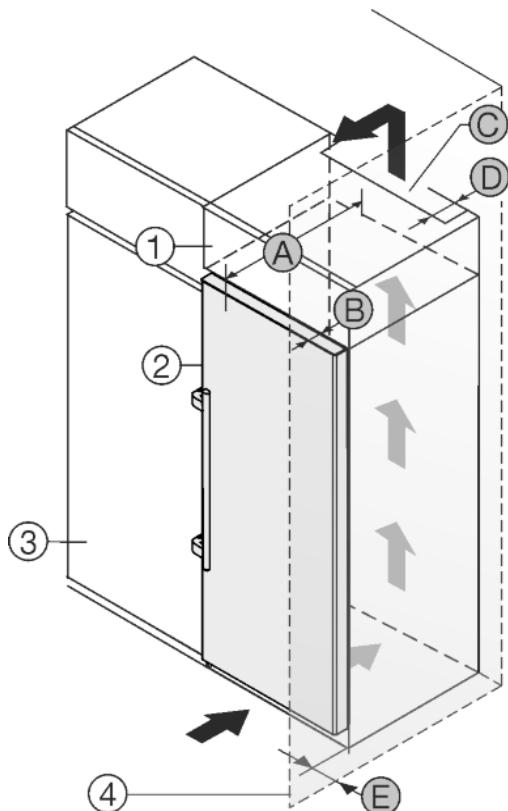

Fig. 9
Das Gerät kann mit Küchenschränken umbaut werden. Um das Gerät Fig. 9 (2) der Küchenzeilenhöhe anzugeleichen, kann über dem Gerät ein Aufsatzschrank Fig. 9 (1) angebracht werden.
Das Gerät kann direkt neben dem Küchenschrank Fig. 9 (3) aufgestellt werden. Um die Türe vollständig öffnen zu können, muss das Gerät um die Tiefe Fig. 9 (B) gegenüber der Küchenschrankfront vorstehen. Abhängig von der Tiefe der Küchenschränke und Verwendung von Wandabstandshaltern kann das Gerät weiter herausragen.
- An der Rückseite des Aufsatzschrankes muss ein Abluftschacht mit der Tiefe Fig. 9 (D) über die gesamte Aufsatzschrankbreite vorhanden sein.
- Unter der Raumdecke muss der Entlüftungsquerschnitt Fig. 9 (C) eingehalten werden.
Wenn das Gerät mit den Scharnieren neben einer Wand Fig. 9 (4) aufgestellt wird, muss der Abstand Fig. 9 (E) zwischen Gerät und Wand eingehalten werden. Dies entspricht dem Griffüberstand bei geöffneter Tür.